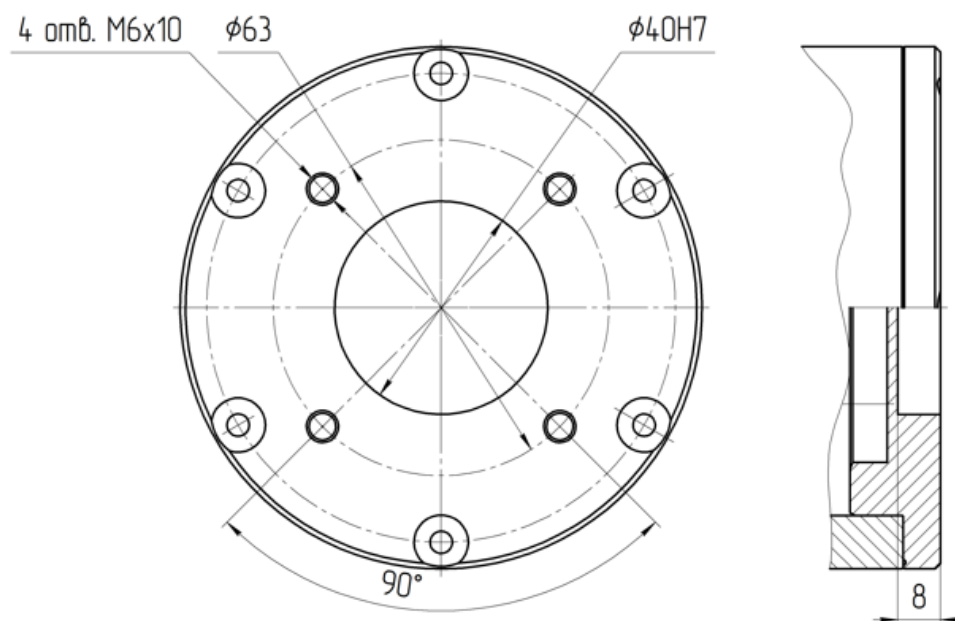

Рисунок I-14 – Фланец инструмента
10. Закрепите рабочий инструмент на фланец (см. Рисунок I-14). Фланец инструмента выполнен в соответствии ГОСТ Р 60.3.4.1–2017/ИСО 9409-1:2004 исполнение 63-4-M6. При необходимости подключения инструмента возможно использование разъема SF812B/S8 (см. раздел «2.2.2.2 Подключение инструмента»).